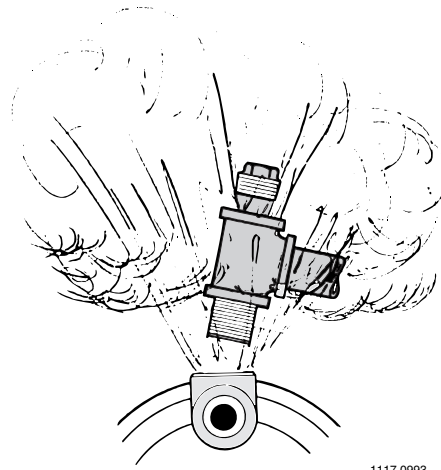

**Figura 5: Llene la bomba antes de comenzar**
- Paso 3. Llene la bomba y el tubo de succión con agua (figura 5).